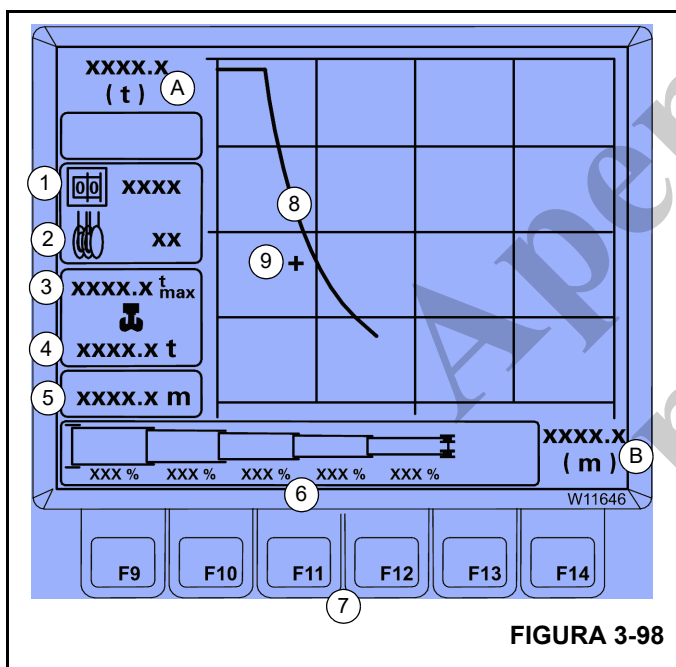

FIGURA 3-98
A curva (8) (Figura 3-98) exibe a área de trabalho permitida do código RCL inserido (1) e o status telescópico (6).